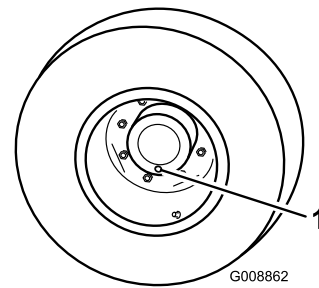

Figure 60
1. Placez la machine sur une surface plane et horizontale et tournez une roue de sorte que l'un des bouchons de contrôle/vidange se trouve à la position la plus basse (6 heures) (Figure 60).